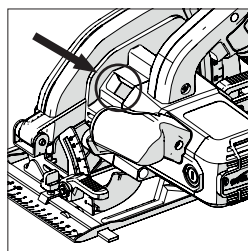

Fig. 3
- Encuentre el botón del seguro del eje de la máquina. Bloquee el eje de la máquina accionando el botón del seguro del eje. (**Fig. 3**)